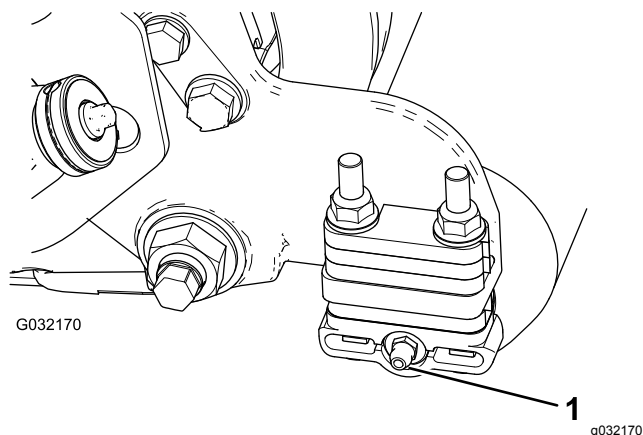

図 2
- グリスフィッティング 90度を後ろ向きに取り付ける図 2。